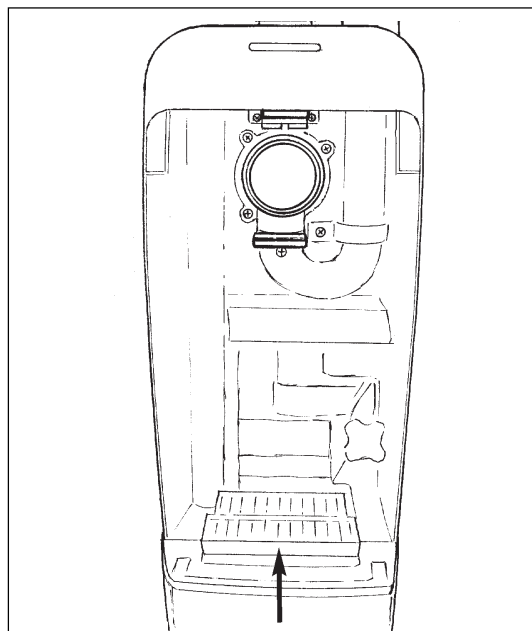

Figure 20
4. Enlevez la cartouche de filtre (voir figure 20)..